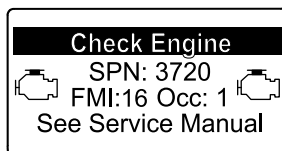

Figura 53
- Avvertenza motore SPN 3720, FMI 16 (Figura 53)